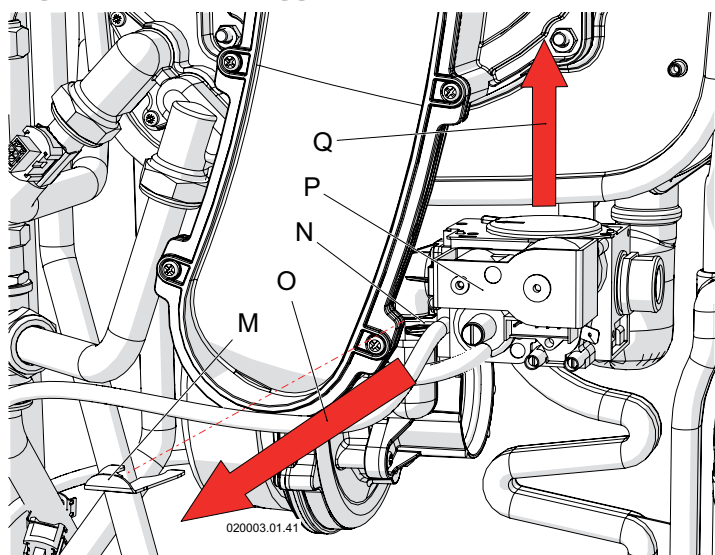

Figura 6.3 - Smontaggio valvola gas
- 15 - Rimuovere la molla di serraggio "M" dalla sede "N" liberando la valvola "P" (Vedi figura 6.3)
- 18 - Rimontare la valvola del gas (vedi figura 6.3, particolare "P"), avendo cura di riposizionare la molla "M".